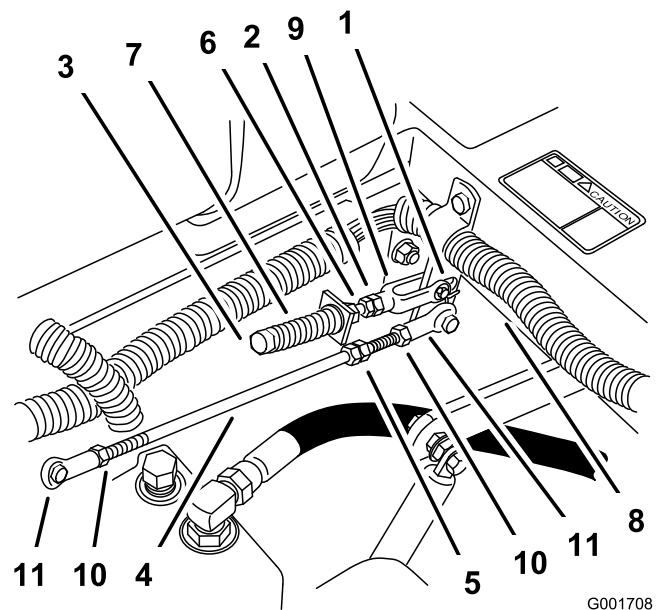

Figure 52
8. Si un réglage s'impose, desserrez l'écrou et l'écrou de blocage vissés contre la chape (Figure 52).
9. Appliquez une légère pression à l'arrière du levier, et tournez la tête du boulon de réglage dans le sens voulu pour centrer le levier à la position de verrouillage du point mort (Figure 52).
10. Serrez l'écrou et l'écrou de blocage (Figure 52).